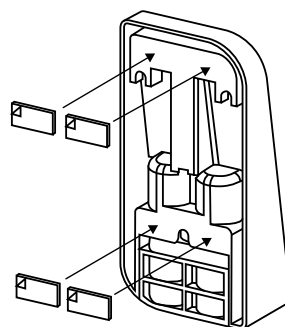

Fig. 7
- 2 Collez les coussinets adhésifs joints aux positions représentées sur le plan et retirez les pellicules de support (Fig. 7).